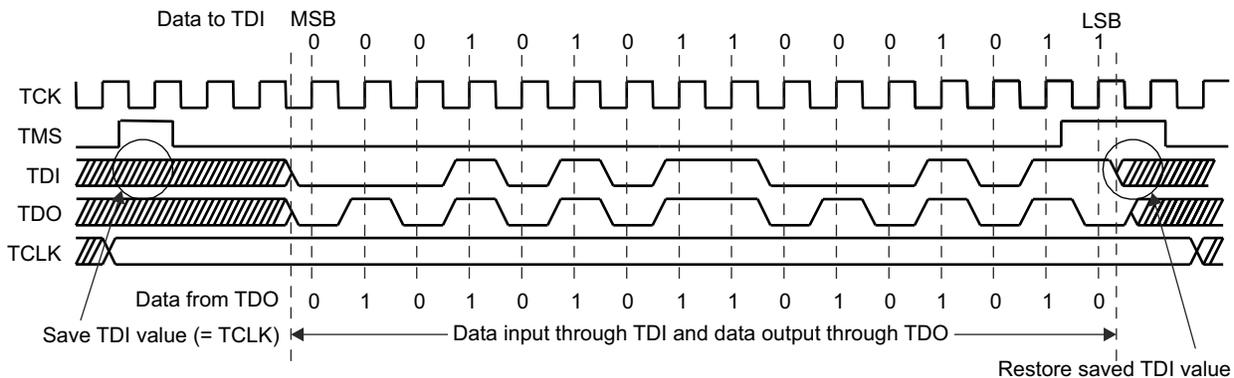

图 2-4. 数据寄存器 I/O : DR\_SHIFT16 (0x158B) (TDO 输出为 0x55AA)
这个宏将一个 16 位字载入到 JTAG 数据寄存器 (DR) 中 (在 MSP430 器件中, 一个数据寄存器为 16 位宽)。数据字将移入目标 MSP430 器件的 TDI 输入端 (最高有效位 (MSB) 在前)。来自 TDI 的每个位在 TCK 的上升沿上被捕捉。同时, TDO 移出最后一个被捕捉并被存储在地址数据寄存器中的值。在 TCK 的下降沿上, 在 TDO 上出现一个新的位。在这个宏被执行时, TCLK 不应改变状态。图 2-4 显示了如何将一个 16 位字加载到 JTAG DR 中并通过 TDO 读出一个已存储的值。